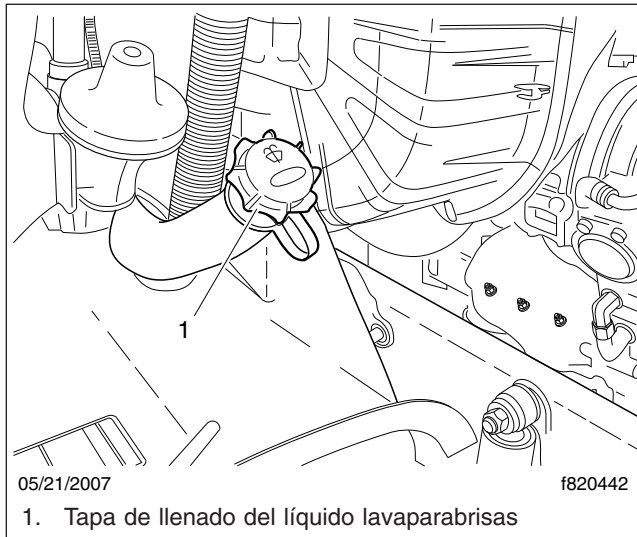

Figura 23.8, Depósito del lavaparabrisas
1. Revise el nivel de líquido de los lavaparabrisas presente en el depósito. El depósito generalmente está ubicado cerca del larguero del chasis del lado derecho. Vea la Figura 23.8.